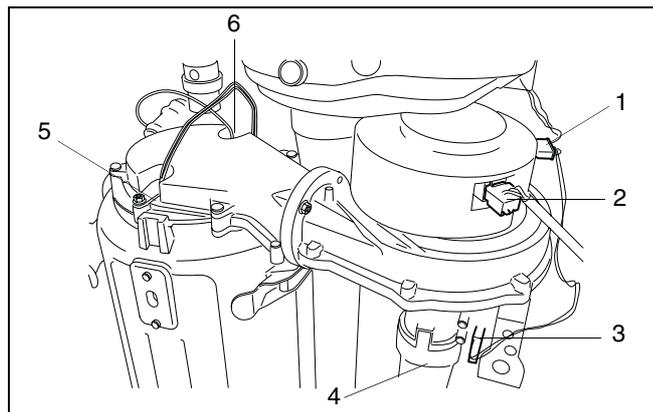

Fig. 36 Distacco dei connettori dall'unità ventilatore/valvola del gas
- Staccare i connettori (fig. 36, pos. 1, 2 e 3) dall'unità di miscelazione aria/gas.
- Smontare il tubo di aspirazione dell'aria dall'unità di miscelazione gas aria (fig. 36, pos. 4).
- Togliere i connettori dal perno di ionizzazione (fig. 36, pos. 6) e dall'elettrodo di accensione ad incandescenza (fig. 36, pos. 5).